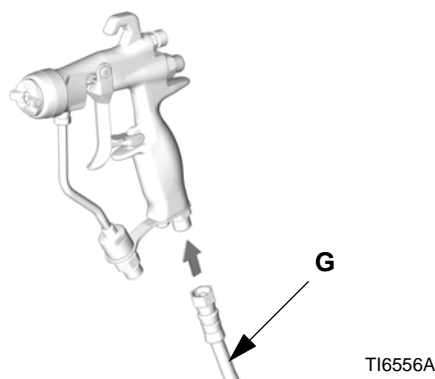

FIG. 2
5. Monter luftslangen (G) på pistolens 1/4 npsm luftinntak (C). Se FIG. 2.